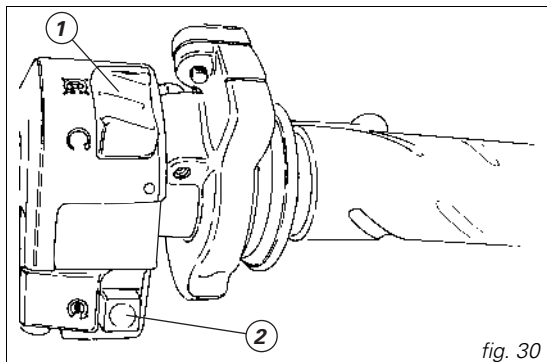

fig. 30
3) S'assurer que le commutateur d'arrêt (1, fig. 30) se trouve sur la position  (RUN), puis appuyer sur le bouton de démarrage (2, fig. 30).